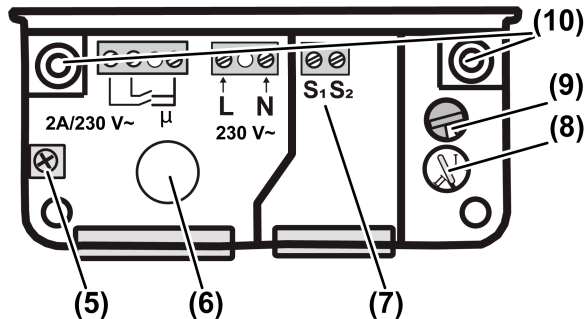

Bild 3: Anschlussraum Auswerteeinheit
- Gehäusedeckel der Auswerteeinheit durch Lösen der zwei Schrauben (3) abnehmen.
- Bei rückseitiger Leitungseinführung die Gummidichtung (6) durchstoßen und Leitung einführen (siehe Bild 3).
- Den Drehschalter (8) in Position II einstellen, Werkseinstellung (siehe Bild 3).